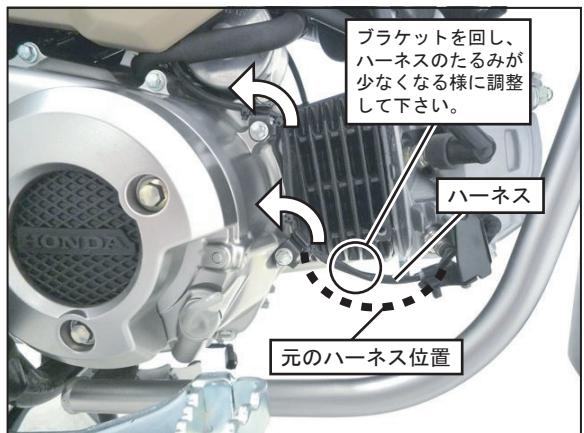
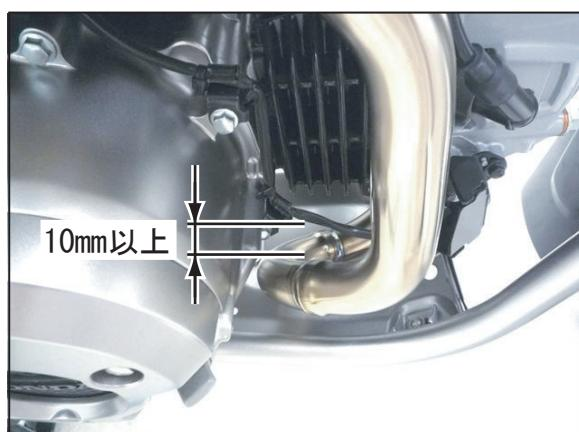

FIG. 2
FIG. 10
3. 2BJ-JA5車両の場合は、ハーネスを固定しているブラケット2箇所を一度緩め、反時計回りに回してハーネスのたるみが少なくなる様に調整し、再度固定して下さい。(FIG. 2 参照)
（FIG. 10、前ページFIG. 2 参照）